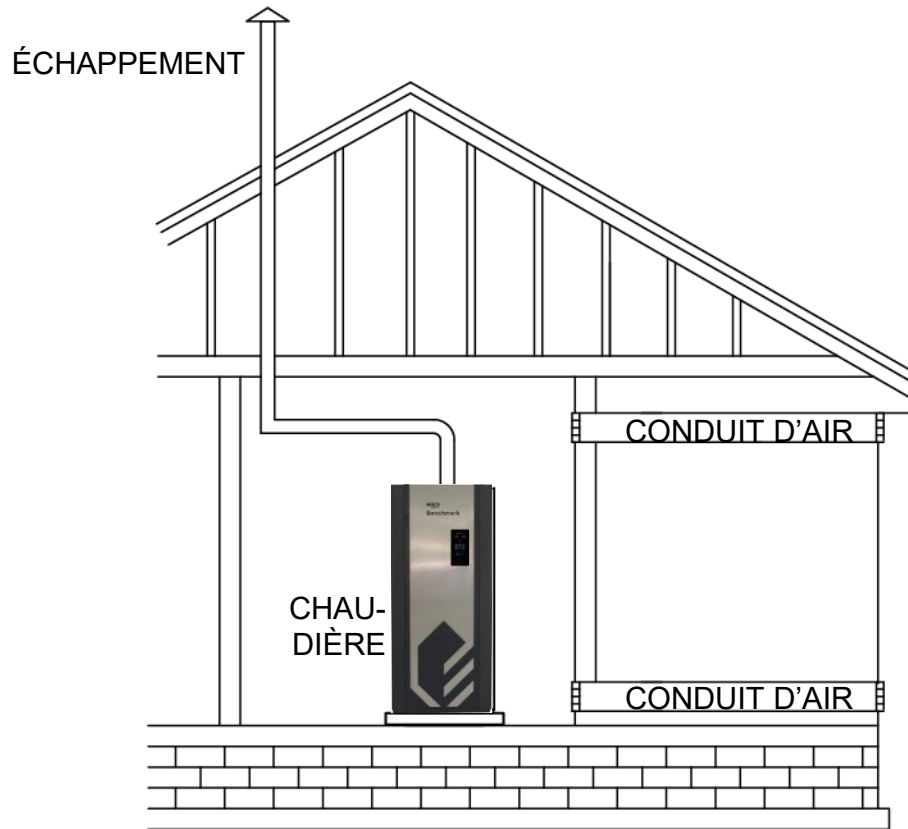

Figure 5 : tout l'air de combustion provient de l'extérieur, à travers les conduits horizontaux
2. Lors de la communication avec l'extérieur par des conduits horizontaux, chaque ouverture doit avoir une surface libre minimale de **1 po² par 2 000 BTU/h (1 100 mm²/kW)** de la puissance nominale totale de tous les appareils dans l'espace (voir la Figure 5).